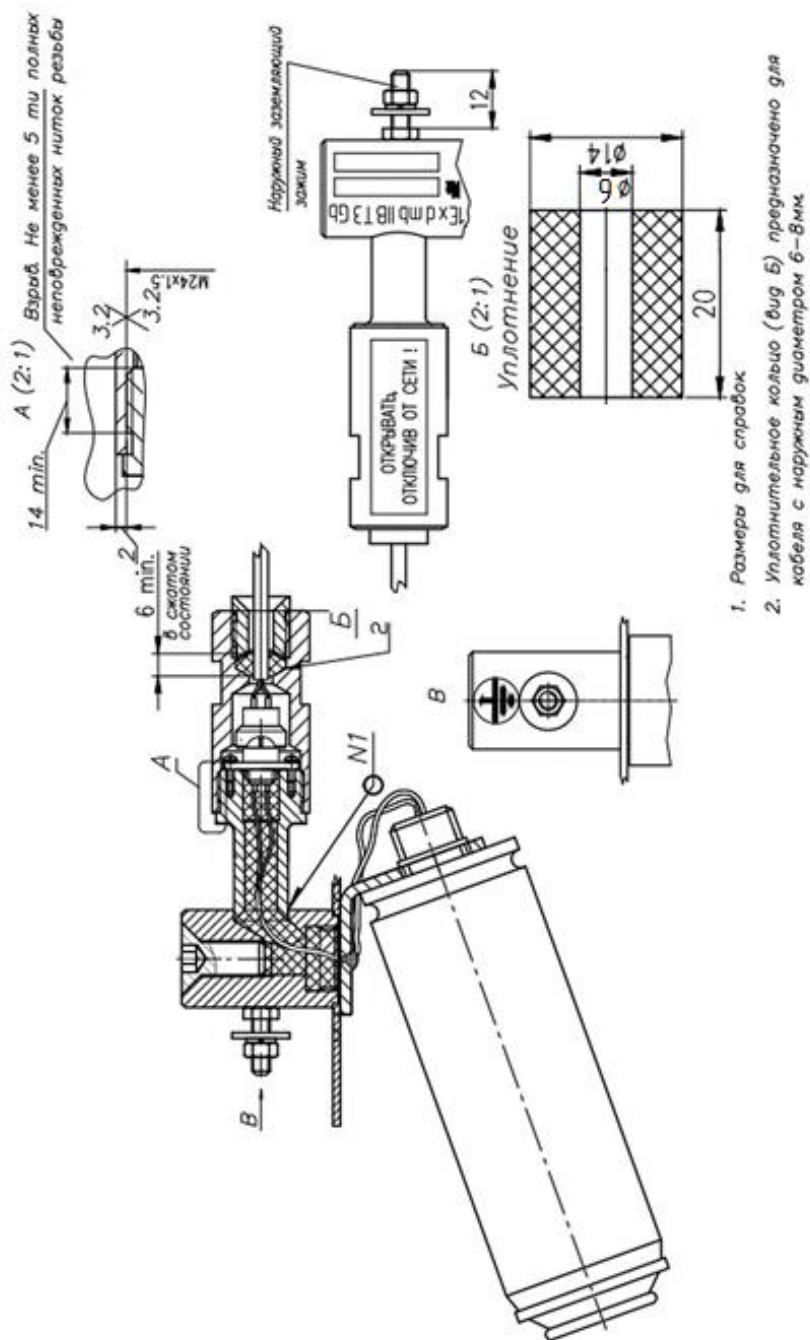

Рис. 3 – Чертеж средств взрывозащиты МПП «Гарант-7-В3».
4.2. Взрывозащищенность МПП (см. рисунок 3) достигается за счет следующих технических и организационных мер: